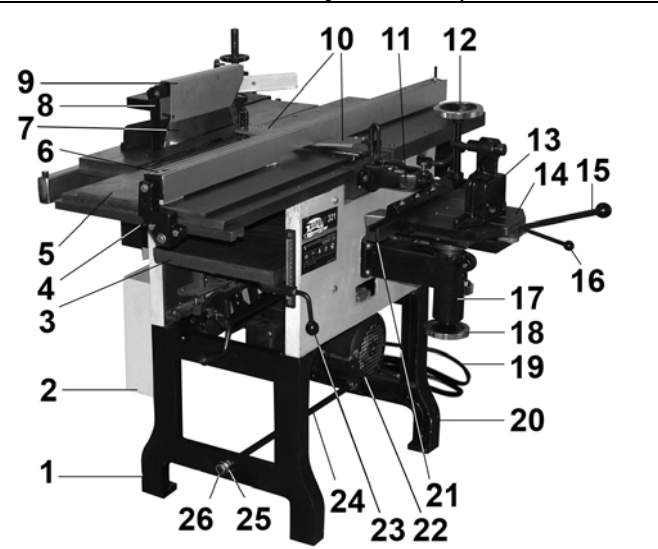

Рис. 2
7.1. Станок состоит из следующих сборочных единиц и деталей (Рис. 2, 3)
9.6. Выборка пазов и снятие фаски (Рис. 2, 3, 30, 31)
9.7. Выборка пазов прямоугольной формы, сверление (Рис. 2, 32 - 34)
8.1. Монтаж станка (Рис. 2 - 4)